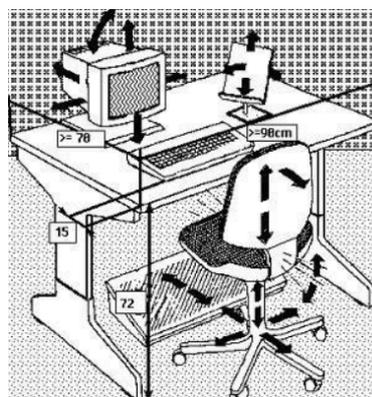

fig.3
- disporre la tastiera davanti allo schermo (fig.3 e fig.4) ed il mouse, o eventuali altri dispositivi di uso frequente, sullo stesso piano della tastiera ed in modo che siano facilmente raggiungibili;